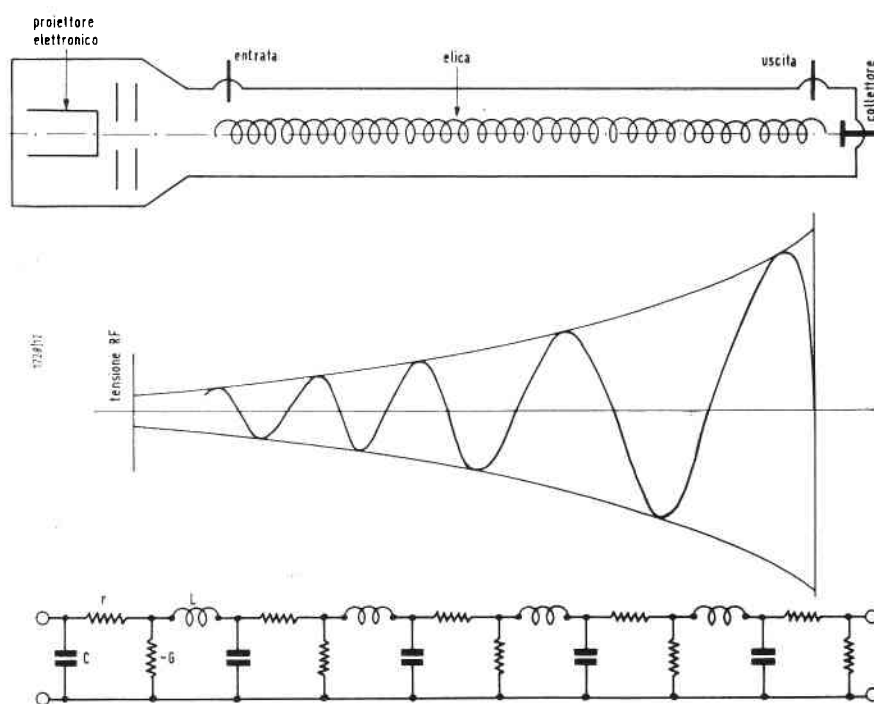

Fig. 1 - Principio di funzionamento del tubo a onde viaggianti (TWT = Travelling Wave Tube).
Nei tubi a vuoto il segnale viene applicato ad una corrente elettronica mobile con velocità c.c., che può variare da punto a punto, come avviene nei tubi a griglia controllo, o può essere uniforme nello spazio di interazione, come nei klystron o nei tubi a onde viaggianti. Il segnale può essere impresso sulla corrente nella forma di modulazione di densità o di modulazione di velocità. Nel 2° caso gli elettroni veloci tendono a superare gli elettroni più lenti, in tal modo si forma un addensamento e la corrente diviene modulata in densità. La modulazione di densità equivale a una corrente alternata alla frequenza del segnale. Se si fa interagire questa corrente alternata con un circuito in modo che il potenziale va sotto il potenziale continuo, gli elettroni subiscono una decelerazione ed acquistano una velocità minore di quella corrispondente alla velocità c.c., causando una perdita di energia al circuito. Allora parte dell'energia c.c. del flusso elettronico viene convertita in energia c.a. sotto forma di un segnale amplificato. La fig. 1 illustra come si svolge questo meccanismo internamente a un tubo a onde viaggianti. Il tubo è composto da un proiettore elettronico che emette un fascetto di elettroni, da un'elica con accoppiatori di entrata e di uscita e da un collettore di elettroni. Quando si imprime al terminale di ingresso un segnale sull'elica, il segnale si propaga verso il terminale di
uscita e, per la sua velocità, modula il fascetto elettronico. Si sceglie il passo dell'elica in modo che la velocità di propagazione sia appena un poco minore della velocità del pennello. All'avanzare del fascetto la modulazione di velocità si trasforma in modulazione di densità. Poiché gli addensamenti si spostano appena un poco più rapidamente dell'onda sull'elica, essi tendono a raccogliersi in quelle zone della distribuzione del campo dell'onda propagantesi, dove subiscono decelerazioni. La decelerazione aumenta l'addensamento e allo stesso tempo aggiunge energia all'onda sull'elica, in modo coerente, in modo che la tensione di elica aumenta esponenzialmente come mostra il diagramma di fig. 1.
Ne risulta un segnale amplificato al terminale di uscita dell'elica. In basso in fig. 1 è rappresentato il circuito equivalente del tubo a onde migranti. L'elica è assimilata ad una linea di trasmissione caratterizzata dalle costanti per unità di lunghezza: r resistenza di perdita, L induttanza in serie, C capacità in derivazione. La conduttanza negativa $-G$ per unità di lunghezza rappresenta l'interazione elettronica; $-G$, se è sufficientemente grande, supera la resistenza dell'elica e fornisce guadagno. Se si verificano le disequivalenze: $r \ll \omega L$, e $G \ll \omega C$ ($\omega = 2\pi f =$ pulsazione di lavoro), l'impedenza caratteristica della linea di trasmissione è: $Z_c \cong (L/C)^{1/2}$, (1) e la costante di propagazione vale: